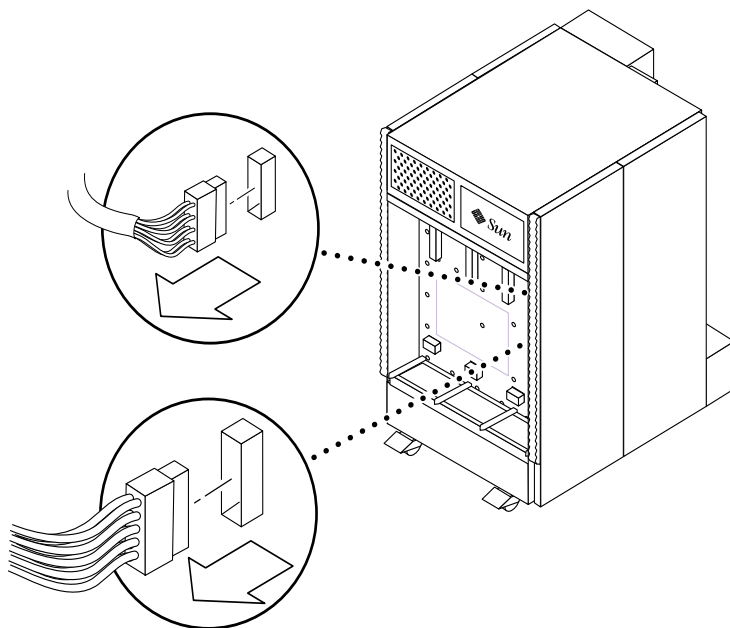

図 12-22 センタープレーンのコネクタからのケーブルの取り外し — Sun Fire 4800 システム
6. センタープレーンにケーブルを接続します (図 12-22)。